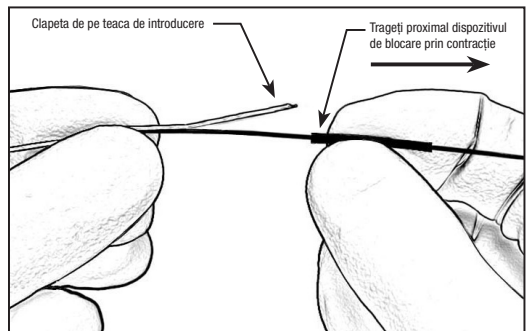

Figura 3 – Tragerea proximală a dispozitivului de blocare prin contracție
17. Țineți dispozitivul imediat distal față de dispozitivul de blocare prin contracție și trageți dispozitivul de blocare prin contracție proximal pentru a expune clapeta de pe teaca de introducere. Consultați Figura 3.